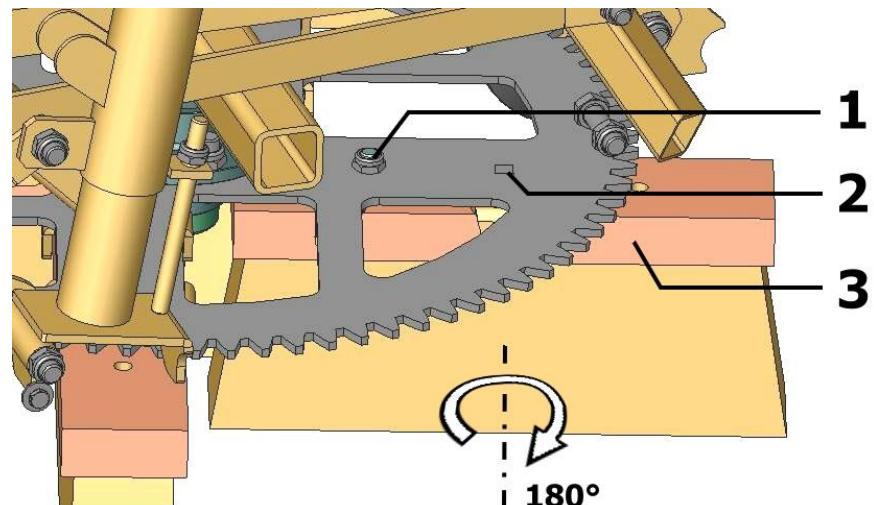

Bild 7
- Befestigungsschraube (1) an Bürste entfernen.
- Bürste (3) entnehmen, um  $180^\circ$  drehen (um eigenen Achse). (siehe Bild 7)
- Unterlegscheibe (4170.0022) an gleicher Position (2) unterlegen und Befestigungsschraube wieder anziehen.